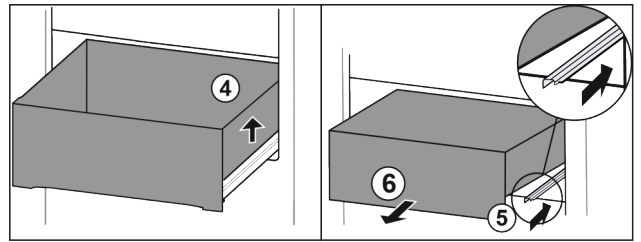

Fig. 91
- ▶ Nadvihnite zásuvku doprava. Fig. 91 (4)
- ▶ Zasuňte pravú koľajničku. Fig. 91 (5)
- ▶ Odoberte zásuvku dopredu. Fig. 91 (6)